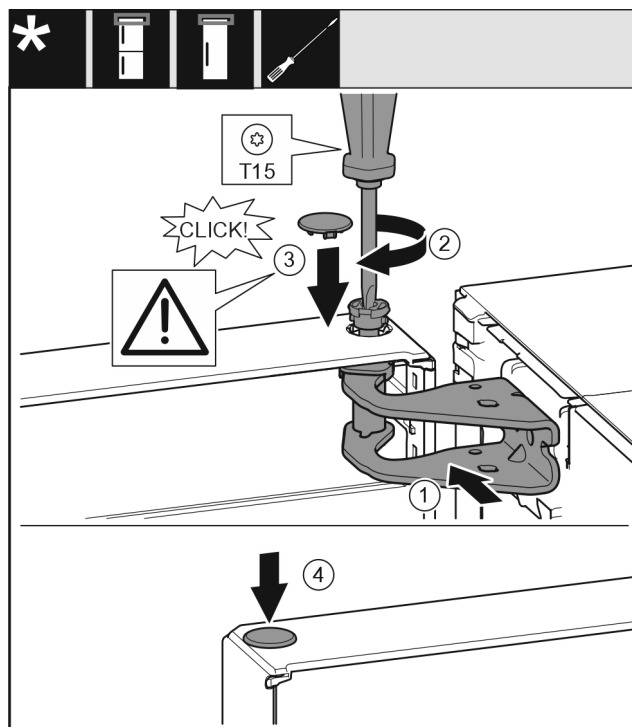

Fig. 21
- ▶ Wyrównać drzwi u góry względem otworu w płytce zawiasu. Fig. 21 (1)
- ▶ Założyć sworzeń Fig. 21 (2) i dokręcić śrubokrętem.
- ▶ Zamontować osłonę zabezpieczającą Fig. 21 (3) w celu zabezpieczenia drzwi: Włożyć osłonę zabezpieczającą i sprawdzić, czy przylega ona do drzwi. Ponadto założyć cały sworzeń.
- ▶ Założyć zatyczkę Fig. 21 (4).